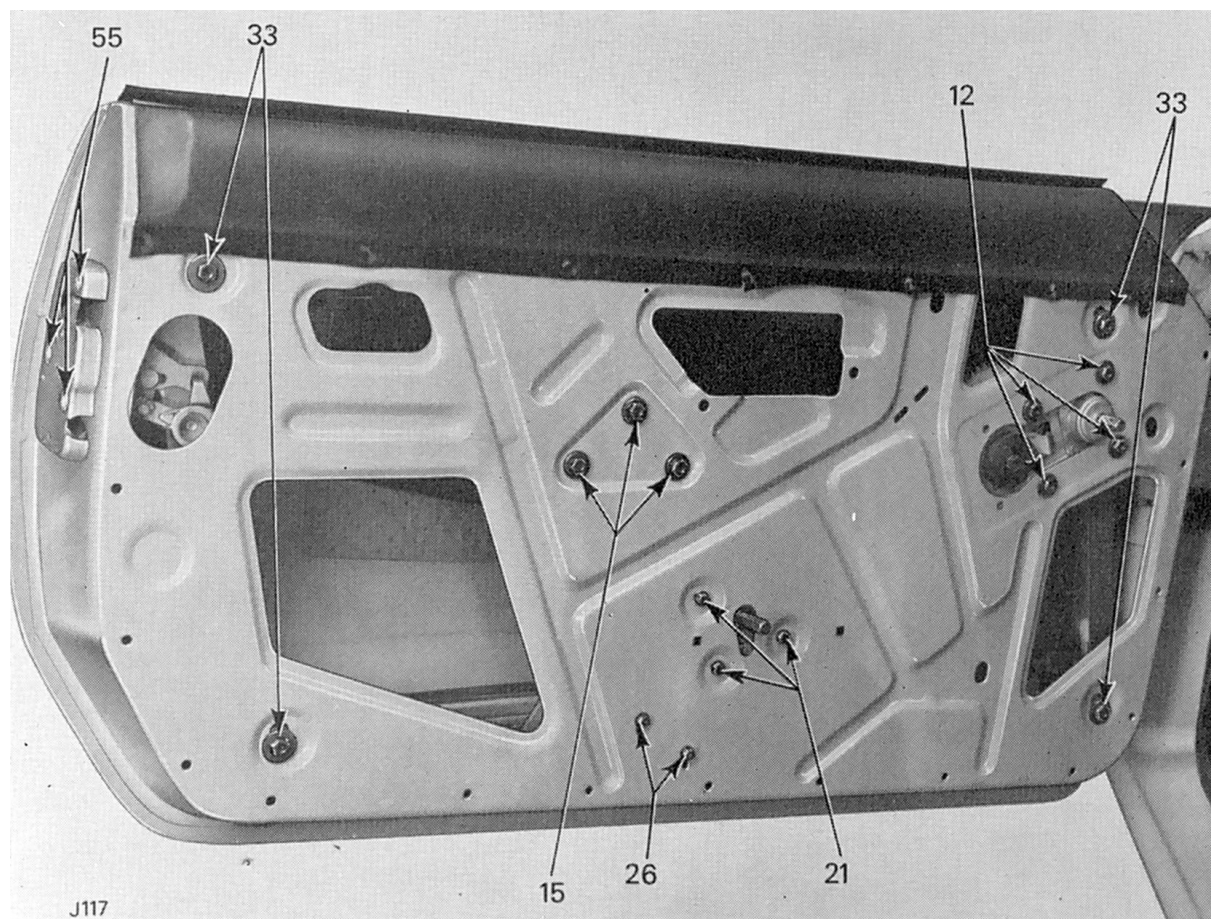

Fig. 34. Fixation des éléments de portière (Spitfire Mk. 2 et Mk. 3)
**1&2 Dépose et repose** (Fig. 34) - procédure identique au modèle Spitfire 4)
**1&2 Dépose et repose** (Fig. 34) - procédure identique au modèle Spitfire 4